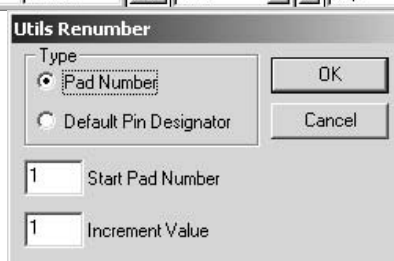

Рис.3.9.6
- Перенумеровать контакты. Для этого выполнить команды **Utils/Renumber**. В результате откроется диалоговое окно **Utils Renumber**. В нем установить режим перенумерации контактов (в поле **Type** выбрать **Pad Number**). Проверить, чтобы начальный номер контакта (**Starting Pad Number**) и приращение нумерации (**Increment Value**) были равны единице. Нажать кнопку **OK** (см. рис. 3.9.6). После этого поочередно щелкнуть ЛК в центре каждой КП. Они изменят цвет. Щелкнуть ПК.